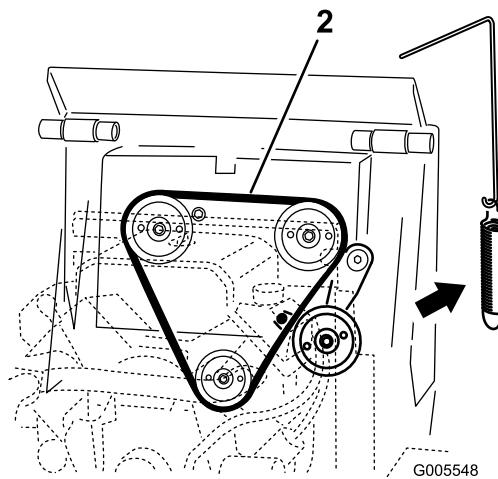

Figure 52
4. Enlevez le ressort de la poulie de tension (Figure 52).
- 6. Placez une courroie d'entraînement neuve sur les 3 poulies (Figure 52).